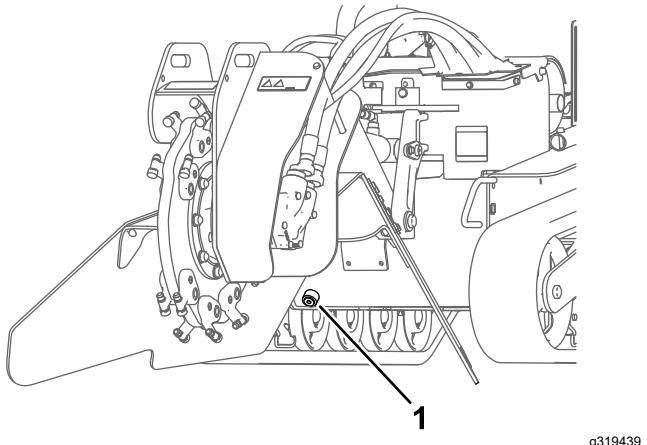

Bild 60
7. Entfernen Sie die Ablassschraube am Hydraulikbehälter und lassen das Öl in die Auffangwanne ab (Bild 60).